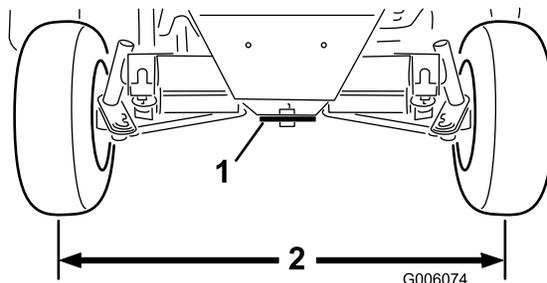

図 58
3. 右タイヤの中心線からと左タイヤの中心線までの距離が、タイヤの前後で等しくなるように、タイロッドを回して調整する (図 58)。